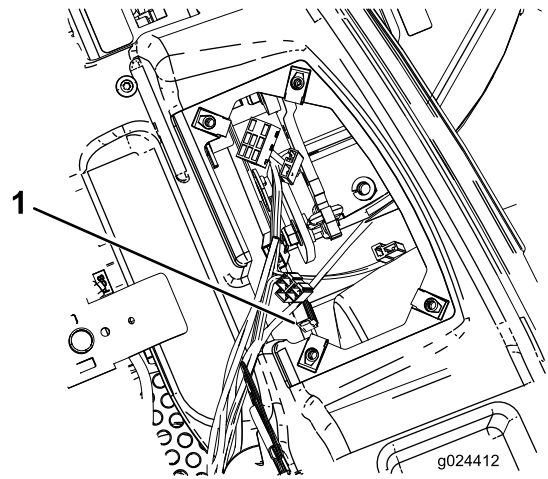

Bild 56
3. Fassen Sie die Motorsicherung an und ziehen sie gerade aus dem Sicherungsblock (Bild 56).